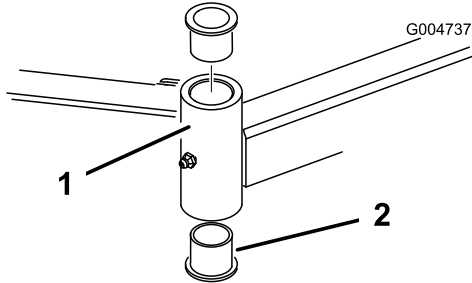

Bild 89
4. Stecken Sie einen Dorn oben oder unten in das Befestigungsrohr und treiben die Büchsen heraus (Bild 89).